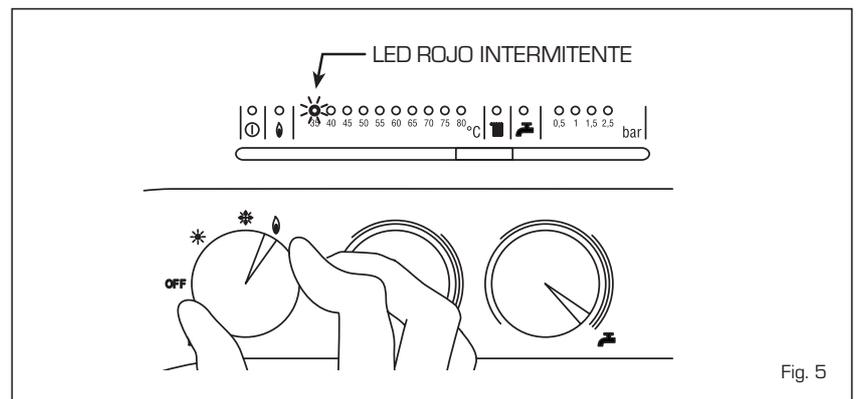

Fig. 5
- Intervención termostato de seguridad/humos (fig. 5)